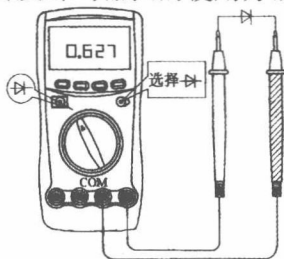

图 1-1-13 蜂鸣器挡
(5) 根据图 1-1-13 所示, 简述使用数字式万用表中二极管及蜂鸣器挡的使用方法。